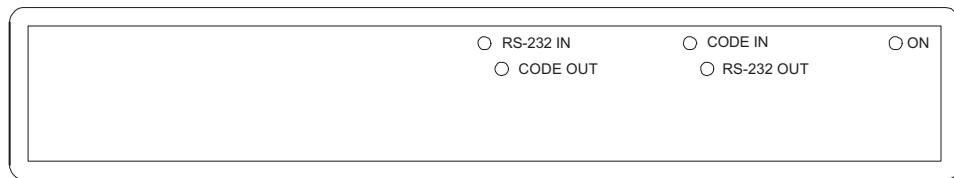

Fig. 5.7 Front Panel
Des témoins LED sont présents sur le panneau avant afin d'indiquer si des données RS-232 sont reçues ou émises, ou si des données biphasées sont reçues ou émises, ainsi que pour indiquer la mise sous tension (ON) du module. Veuillez vous reporter à la *Figure 5.7* on page 27.